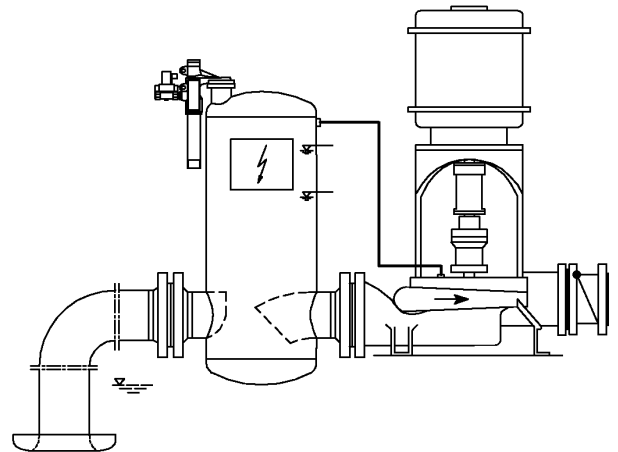

Fig. 2
- Typ AELH: Standardausführung für saubere bis mäßig verschmutzte Fördermedien (Fig.2).
- Type AELH.: Standard design for handling with clean or slightly contaminated fluids (Fig.2).